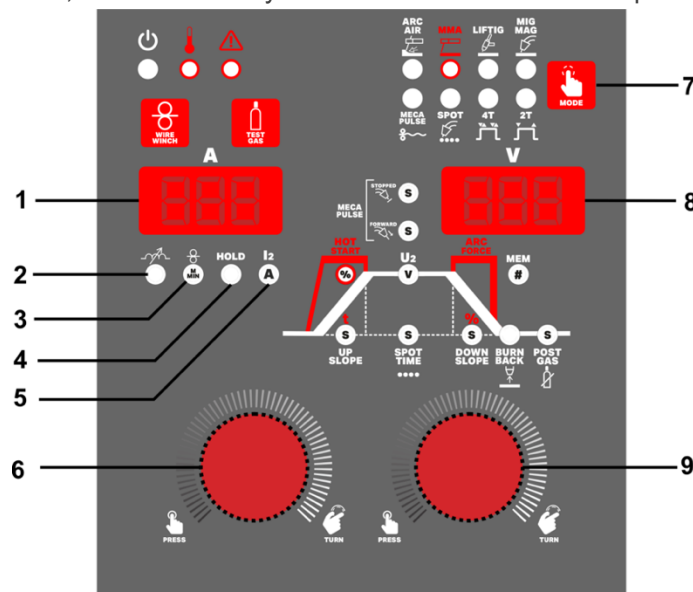

Fig. 5
- Sélectionner le mode de soudage MIG/MAG avec la torche 2 temps (lorsque les LED MIG/MAG et 2T sont allumées) ou avec la torche 4 temps (lorsque les LED MIG/MAG et 4T sont allumées) ou avec la torche SPOT (lorsque les LED MIG/MAG et SPOT sont allumées) sur le sélecteur 7 (Fig.5).
Mode de soudage par points MIG/MAG temporisé - Lorsque cette fonction est sélectionnée, elle indique que la machine est en mode de soudage par points MIG/MAG. Pour sélectionner cette fonction, appuyez sur le bouton droit 9 - Fig.5 jusqu'à ce que le voyant SPOT TIME apparaisse dans le cycle de soudage et tournez le même bouton jusqu'à la durée souhaitée. Commencez le soudage par points en appuyant sur la gâchette de la torche et continuez à appuyer jusqu'à la fin du programme de soudage MIG programmé.
- 2 - Appuyer sur le bouton de droite (9 - Fig.5) pendant 3 secondes jusqu'à ce que l'afficheur numérique (1 - Fig.5) clignote MEM.
- 3 - Sélectionner le numéro de l'emplacement de la mémoire à sauvegarder en tournant le bouton droit (9 - Fig.5) et, une fois sélectionné, appuyer sur le bouton (9 - Fig.5). La mémoire est sauvegardée.
- 1 - Appuyez sur le bouton de droite (9 - Fig.5) jusqu'à ce que la LED MEM s'allume.
- 2 - Sélectionnez le numéro de la mémoire désirée, indiqué sur l'afficheur numérique (1 - Fig.5), en tournant le bouton droit (9 - Fig.5).